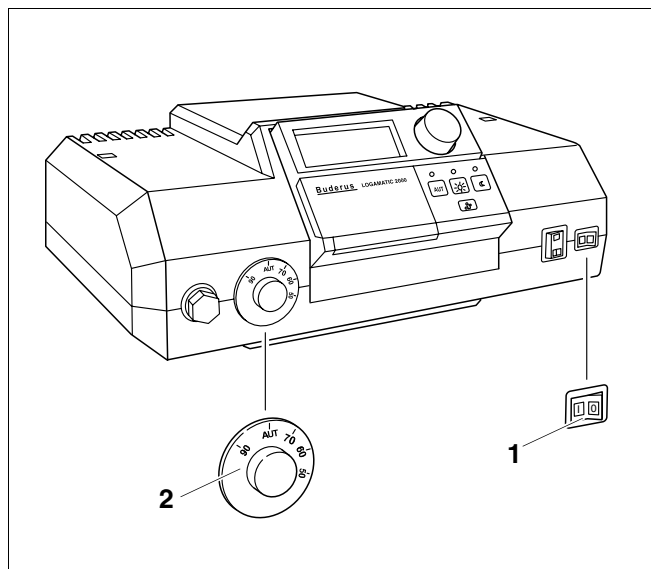

Fig.3 Aparelho de regulação (aqui, por ex.: Logamatic 2000)
Coloque a caldeira em serviço através do aparelho de regulação (neste exemplo (fig. 3): aparelho de regulação da série 2000). Ao colocar o aparelho de regulação em serviço, o queimador liga-se automaticamente. A seguir, o queimador pode ser ligado a partir do aparelho de regulação. Para mais informações sobre o assunto, consulte o manual de instruções do respectivo aparelho de regulação ou do queimador.
- Coloque o regulador de temperatura da água da caldeira (fig. 3, **item 2**) na posição "AUT".
- Coloque o interruptor de serviço (fig. 3, **item 1**) na posição "I" (LIG).
Coloque a caldeira de aquecimento fora de serviço através do aparelho de regulação (neste exemplo (fig. 3): aparelho de regulação da série 2000). Ao colocar o aparelho de regulação fora de serviço, o queimador é automaticamente desligado.
- Coloque o interruptor de serviço (fig. 3, **item 1**) na posição "0" (DESL).